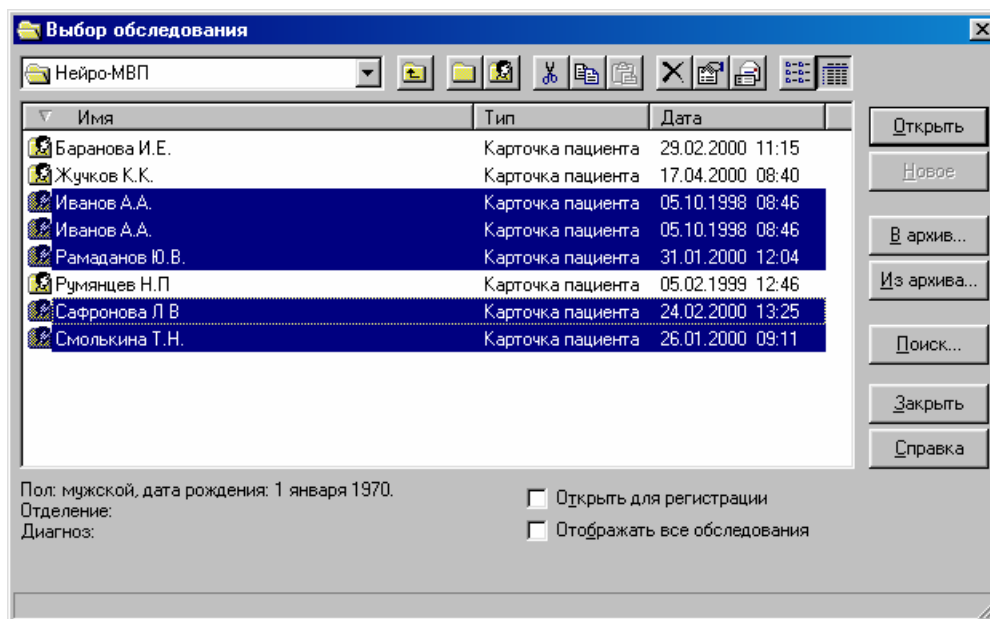

Рис. 3.66
- В окне **Выбор обследования** выделите с помощью мыши необходимые для копирования картотеки или карточки пациентов. Для выделения сразу нескольких строк используйте щелчки левой кнопкой мыши совместно с нажатой клавишей **[Ctrl]** или **[Shift]** (Рис. 3.66).
- В окне **Выбор обследования** выделите с помощью мыши необходимые для архивирования картотеки, обследования или карточки пациентов (Рис. 3.66).
- В окне **Выбор обследования** выделите с помощью мыши необходимые для отправки картотеки, обследования или карточки пациентов (Рис. 3.66).